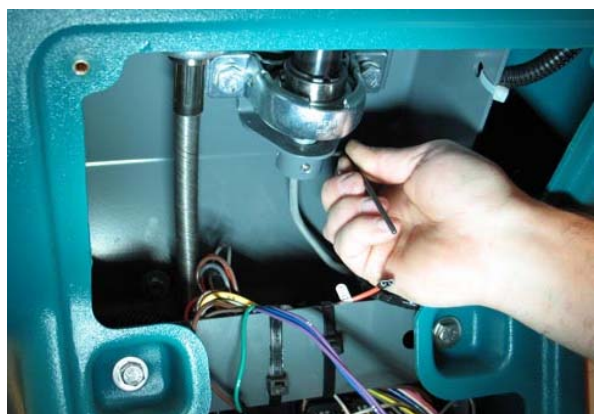

FIG. 6
7. Allentare le viti di fissaggio dalla staffa all'interno dell'assieme dello sterzo. (Fig. 6)
8. Scollegare i cavi principali dall'assieme del pannello a sfioramento dello sterzo. (Fig. 6 / Fig. 7)